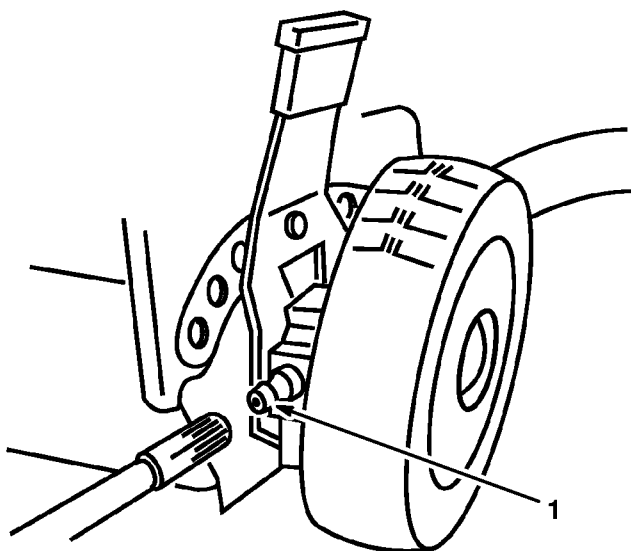

Figure 29
- Essuyer les graisseurs des réglages de hauteur de coupe arrière (Fig. 29) avec un chiffon propre.